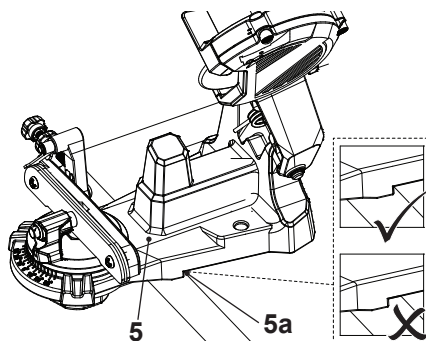

Fig. 2
- Alinee la placa base (5) con el borde del banco de trabajo (o una superficie similar firme y nivelada) (Fig. 2). Preste atención a que los dos cierres del tope (5a) situados debajo de la placa base (5) estén alineados con el borde.
- Con un lápiz, transfiera el patrón de agujeros de la placa base (5) a la superficie.
- Monte la placa base (5) con los elementos adecuados (tornillos y tuercas M10, no incluidos) en la superficie.